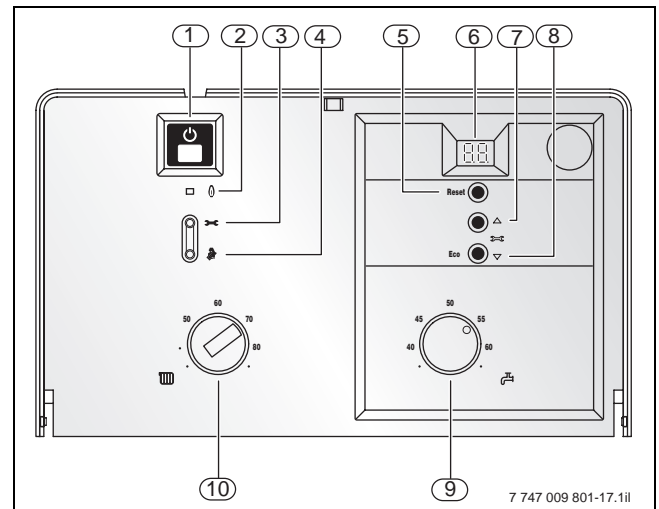

Bild 25 Anzeigen und Bedienelemente des Universellen Brennerautomaten UBA-H3
Der Universelle Brennerautomat UBA-H3 (→ Bild 25) ist die einheitliche Grundbedieneinheit eines jeden wandhängenden Gas-Heizgeräts Logamax U152 und U154.
- Ein- und Ausschalten des Heizkessels und aller im Heizkessel eingebauten Module über einen Hauptschalter (→ Bild 25, Pos. 1)